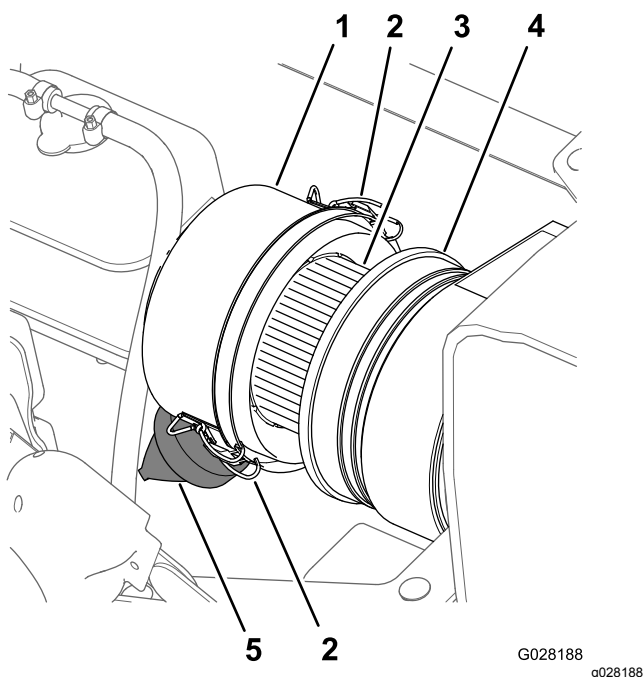
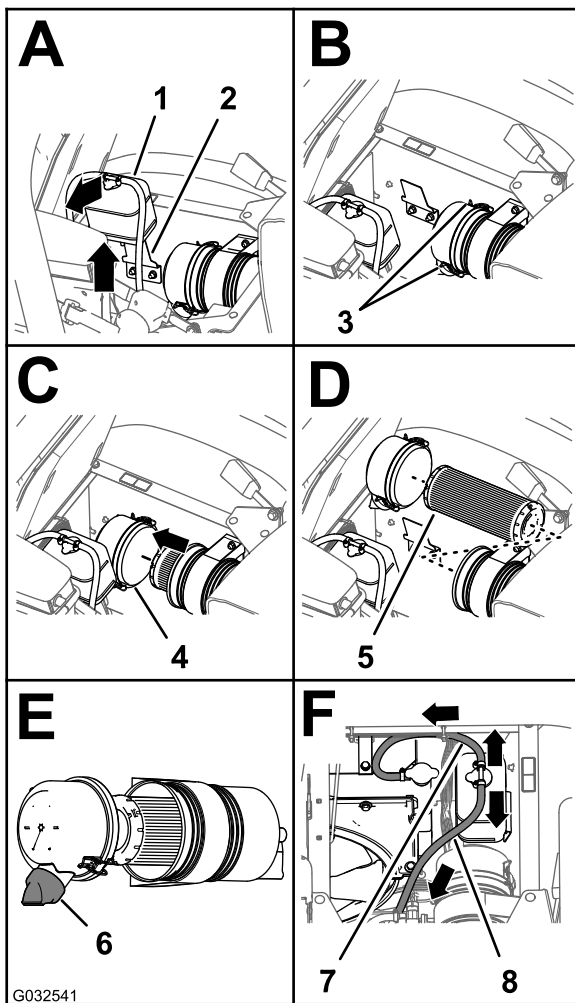

Bild 66
Bild 67
3. Reinigen Sie den Staubdeckel und das Luftfiltergehäuse (Bild 66).
4. Prüfen Sie das Gehäuse des Luftfilters auf Schäden, die eventuell zu einem Luftleck führen könnten (Bild 66).
5. Drücken Sie das Staubventil zusammen, um Schmutz, Staub und Rückstände zu entfernen (Bild 66).
7. Überprüfen Sie den Luftfiltereinsatz auf starke Staub, Schmutz- oder Rückstandsansammlungen (Bild 66).
8. Setzen Sie den Staubdeckel auf das Luftfiltergehäuse und befestigen den Deckel mit den zwei Riegeln (Bild 66).
2. Reinigen Sie den Staubdeckel und das Luftfiltergehäuse (Bild 66).
3. Heben Sie den Kühlmittelüberlaufbehälter hoch und von der Behälterstützhalterung ab (Bild 67).
- Lösen Sie die zwei Riegel, mit denen der Staubdeckel am Luffiltergehäuse befestigt ist (Bild 67).
- Wischen Sie die Innenseite des Staubdeckels, des Luffiltergehäuses und des Staubventils mit einem feuchten Lappen ab (Bild 66 und Bild 67).
- Setzen Sie den neuen Luffiltereinsatz in das Luffiltergehäuse ein (Bild 67).
- Setzen Sie die Abdeckung auf das Luffiltergehäuse und befestigen die Abdeckung mit den zwei Riegeln (Bild 67).
Hinweis: Stellen Sie sicher, dass das Staubventil zwischen der 5-Uhr- und 7-Uhr-Stellung ist (aus Sicht vom Ende) (Bild 67).
- Fluchten Sie den Kühlmittelüberlaufbehälter mit der Behälterstützhalterung aus und setzen den Behälter fest ein (Bild 67).
Wichtig: Stellen Sie sicher, dass der Druckbegrenzungsschlauch nach vorne und unten und der Behälterentlüftungsschlauch nach hinten verlegt ist, wie in Bild 67 abgebildet.